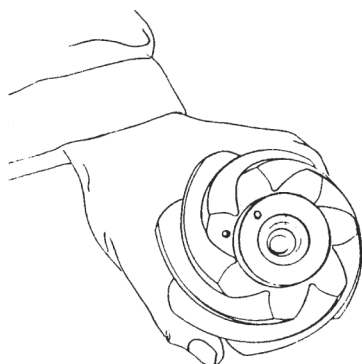

Figura 66
Instale la misma cantidad de lanas obtenidas en la lectura del reloj (A) 0,58 mm (figura 66).